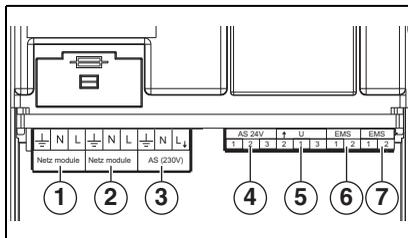
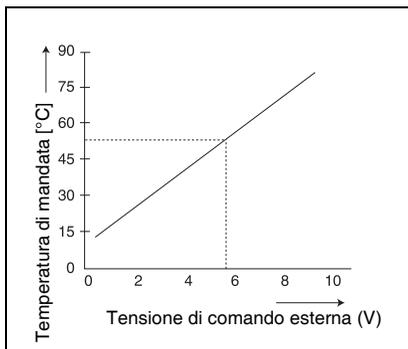

Fig. 2 Collegamenti
Fig. 3 Diagramma 0 - 10V
a) Connessione AS 24V (→ fig. 2, [4]), si tratta di un contatto a potenziale zero per segnali a bassa tensione fino a 24 V. Questo segnale di anomalia può essere letto p.e. da un sistema di amministrazione degli stabili.
b) Connessione AS 230 V (→ fig. 2, [3]), per comandare p.e. un segnale acustico o un indicatore luminoso di allarme. In caso di guasto questa connessione ha una tensione di 230 VAC.
Con l'aiuto di un segnale 0-10 VDC (→ fig. 2, [5]) è possibile un comando in base alla temperatura di mandata o alla potenza (→ fig. 3).
Questa regolazione viene attivata cavallottando i pin 1 e 3 (→ fig. 2, [5] e schema a pag. 47).